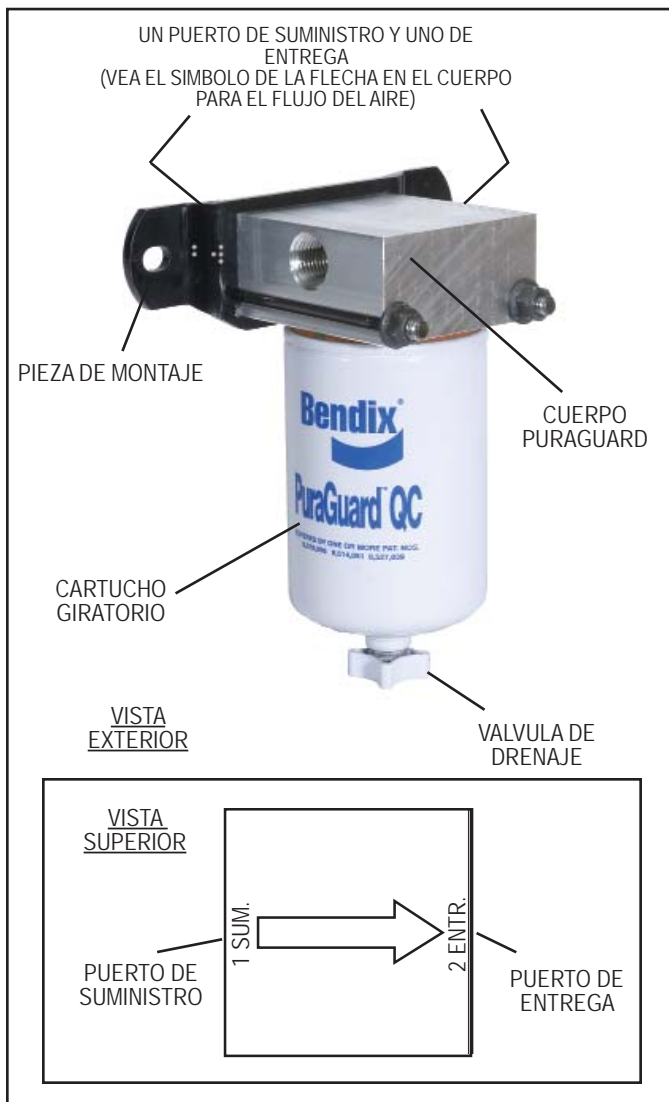

FIGURA 1 - FILTRO COALESENTE DE ACEITE PURAGUARD QC™
El filtro coalescente de aceite PuraGuard QC™ tiene dos tubos hembras enroscados para las conexiones de aire: uno de suministro y el otro de entrega — los cuales están identificados por el símbolo de la flecha que muestra el flujo del aire en la parte superior del filtro PuraGuard QC™ (Vea la Figura 1).
1. La parte superior del filtro tiene un símbolo en forma de flecha que muestra la dirección del flujo del aire (Vea la Figura 1). Asegure el soporte al cuerpo y haga girar el cartucho.
- Las mangueras se deben instalar sin apretar ya que pueden causar limitaciones en el flujo del aire. Nota: Verifique que los accesorios de la manguera coinciden con el símbolo de la flecha del flujo de aire. (Vea la Figura 1).